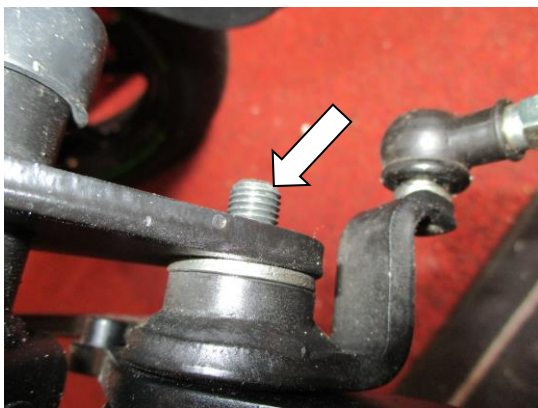

ABBILDUNG 1
- Entfernen Sie die Mutter, die in Abbildung 1 gekennzeichnet ist.